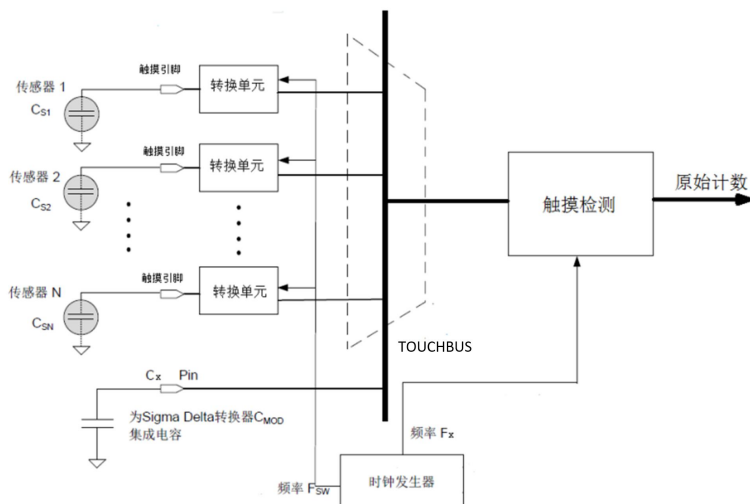

图 1 芯片内部触摸原理框图
4、图 1 为芯片内部触摸原理框图。外部参考电容 CX 为常连接在测量总线的 TOUCHBUS 上，当通道 0 需要进行采样时，其对应的转换单元给 TOUCHBUS 充电（即对 CX 充电），此时定时器开始计数，当 TOUCHBUS 电压达到参考电压时，转换单元停止工作，并将定时器的数据读出，作为当前通道的原始数据采样值（Raw Data）。